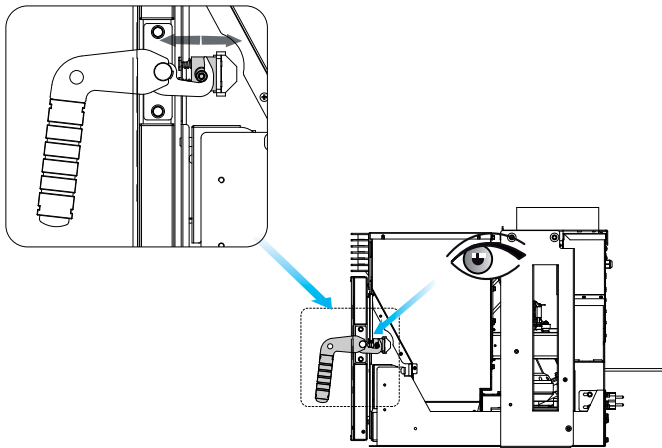

Abb. 7.20
- O) die korrekte Funktion der Türverriegelungsfeder wie in der Abb. 7.20 gezeigt prüfen.